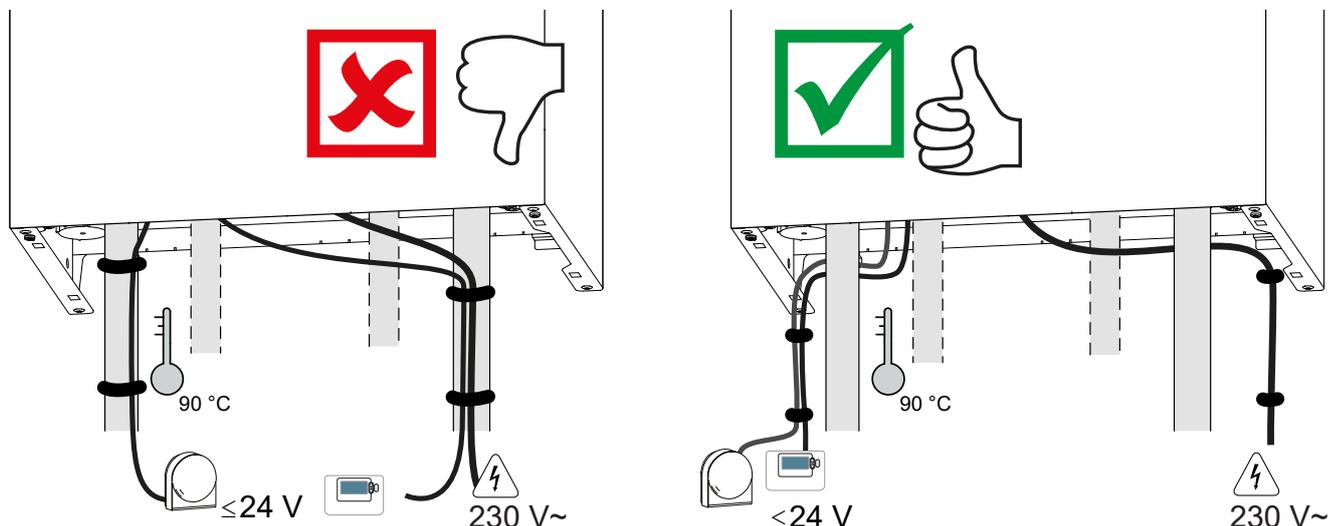
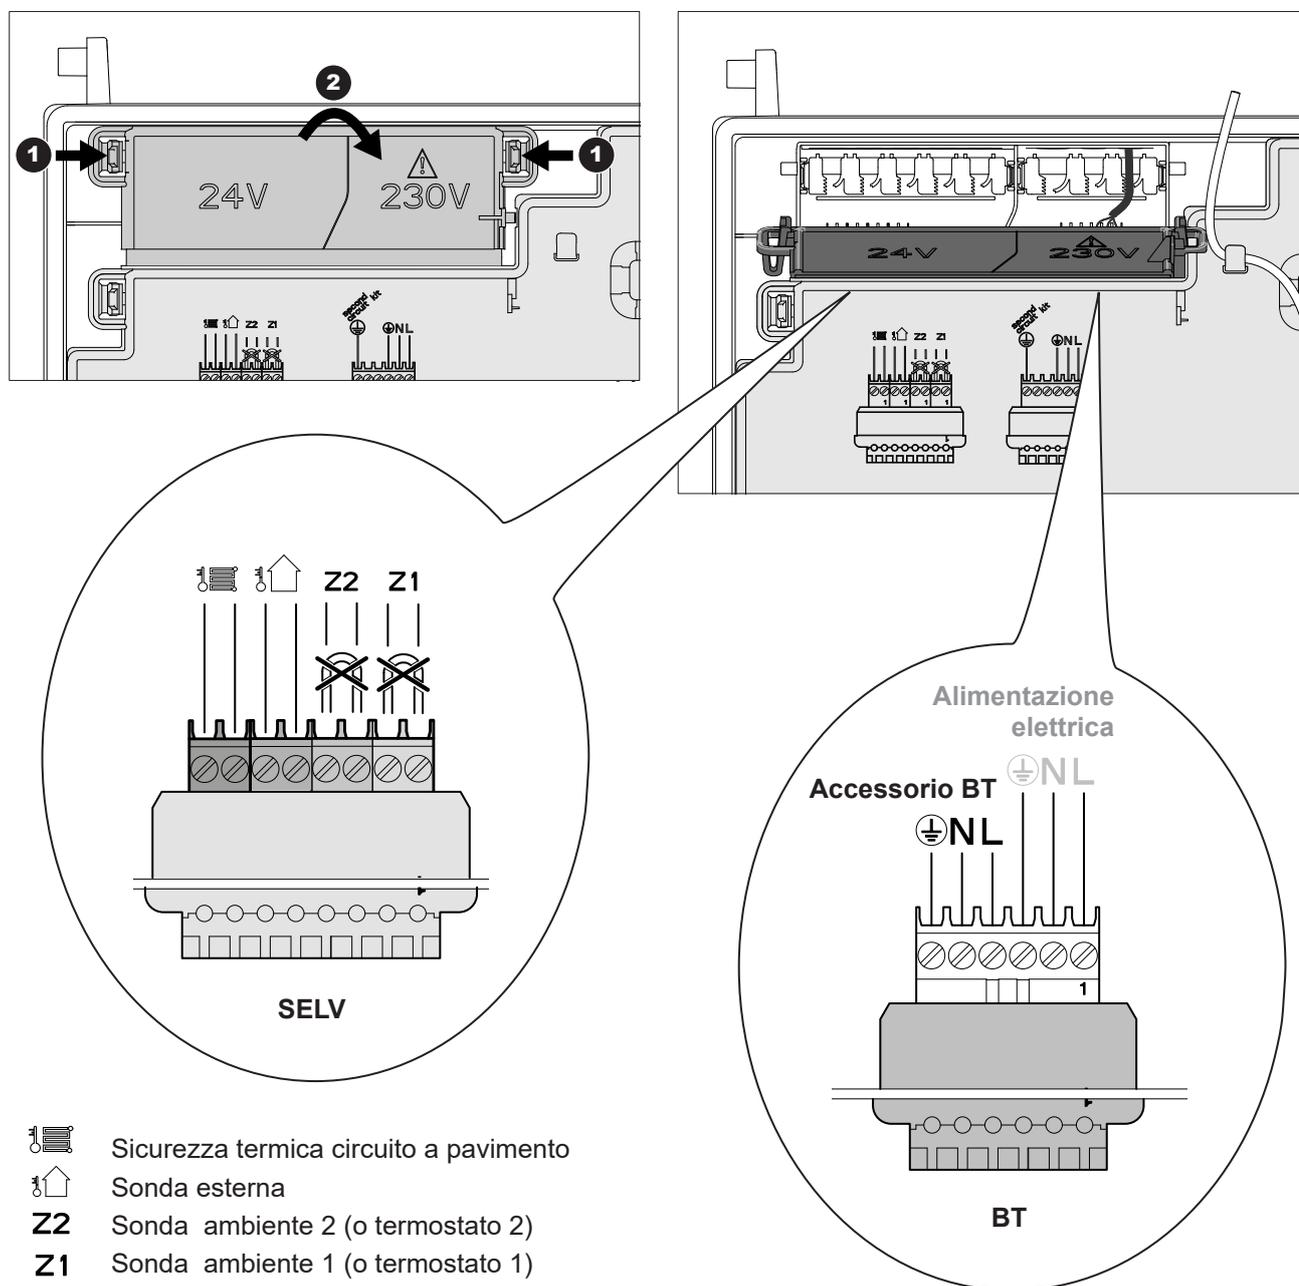

fig. 19 - Posizionamento dei cavi
fig. 21 - Accesso morsettiera
Sul connettore BT sono disponibili dei morsetti (fig. 21) per alimentare un accessorio.
- Effettuare i collegamenti come indicato nello schema (fig. 19 e fig. 21).